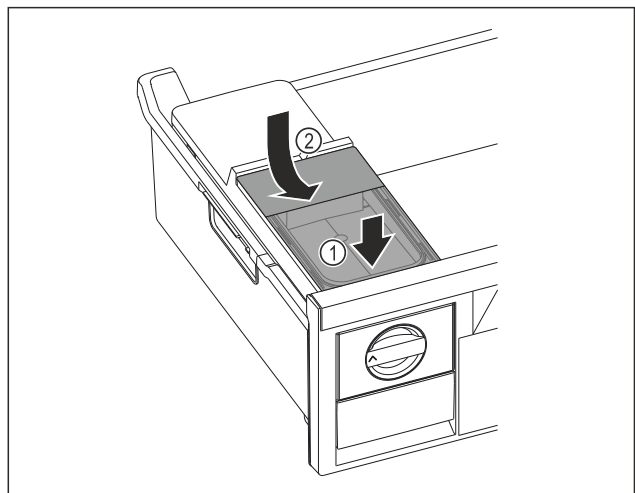

Fig. 81
- ▶ Поставете резервоара за вода отпред. Fig. 81 (1)
- ▶ Спуснете резервоара за вода отзад. Fig. 81 (2)